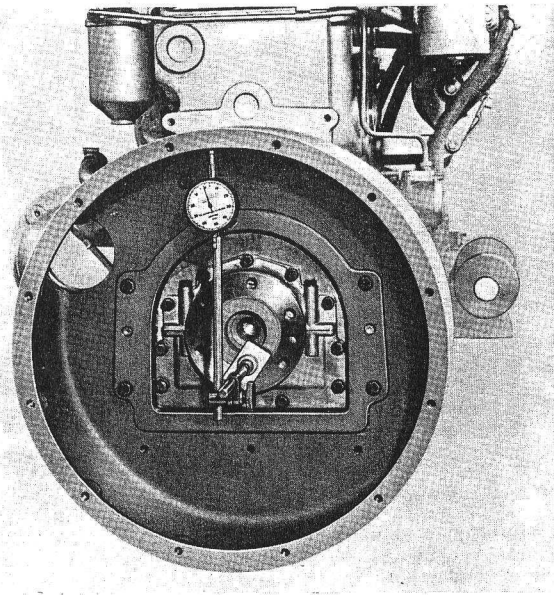

Fig. W3 — Vérification du centrage du carter de volant.
4. Monter le socle d'un comparateur sur la bride du vilebrequin et amener la touche du comparateur en contact perpendiculairement avec le diamètre intérieur d'ouverture du carter (fig. W3).